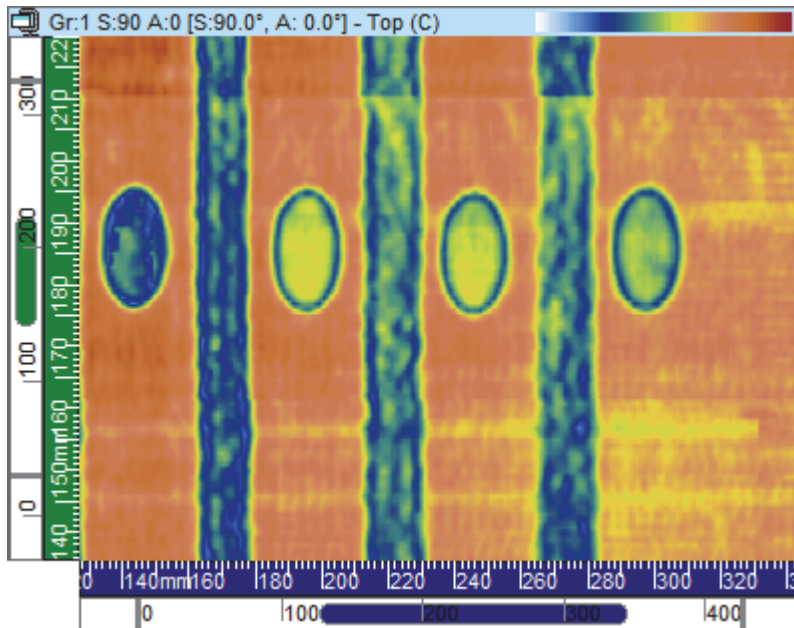

Abbildung 3-23 Draufsicht (C)
Die Draufsicht (C) (Abbildung 3-23 auf Seite 85) ist eine zweidimensionale grafische Darstellung der als Draufsicht auf den Prüfkörper dargestellten Prüfdaten. Eine der Achsen ist die Scan-Achse und die andere ist die Index-Achse. Die Position der angezeigten Daten entspricht der Position des Weggebers während der Datenerfassung. Die Farbe einer Position in dem projizierten Bild entspricht der maximalen Amplitude an dieser Position, unter Berücksichtigung des gewählten Bereichs der Tiefenlage.